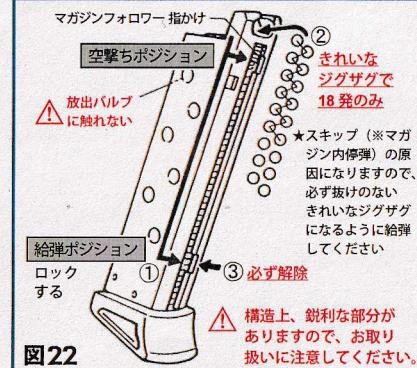

図22
■ マガジンの使い方 [C. BB弾の給弾] → 図22 参照
① 図22を参考に、マガジンフォロワーを下げ、下部切り欠き(給弾ポジション)に合わせ、指かけを横に「カチッ」とスライドさせて、ロックしてください。
② BB弾を給弾口から1発ずつ、抜けのないきれいなジグザグになるよう、1発まで流し込んでください。ジグザグに抜けのある場合、スキップ(※マガジン内停弾)の原因になります。ご注意ください。
③ 続いてフォロワー指かけのロックを必ず解除してください。(※自動解除ではありません)。解除せずに使用されると、チャンバーへ弾が送られず、空撃ちブローバックになる場合があります。ご注意ください。